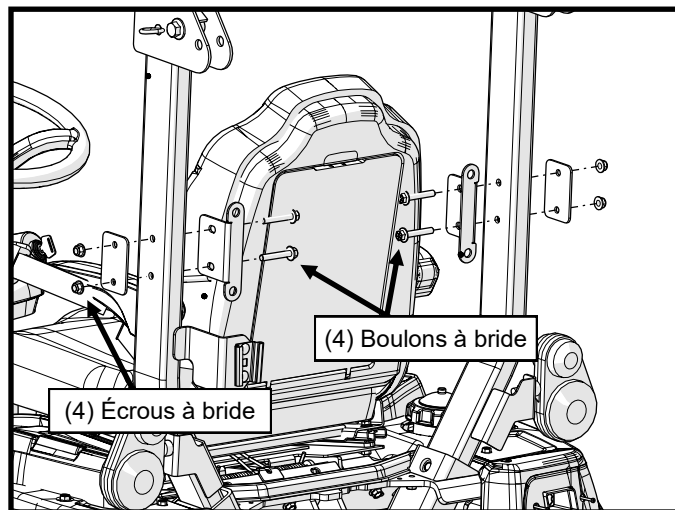

Figure 21 : Installation des supports arrière
(4) Rondelles de protection en acier de 5/16 po ID x 1,25 po OD
23. Avec de l'aide, positionner le pied arrière gauche tel qu'illustré à la figure 21, en prenant soin d'assurer que le plastique s'insère correctement entre le cadre ROPS et la boîte de rangement. Commencer l'installation du matériel préparé à la main pour vous assurer que les douilles taraudées ne sont pas contre-filetées.